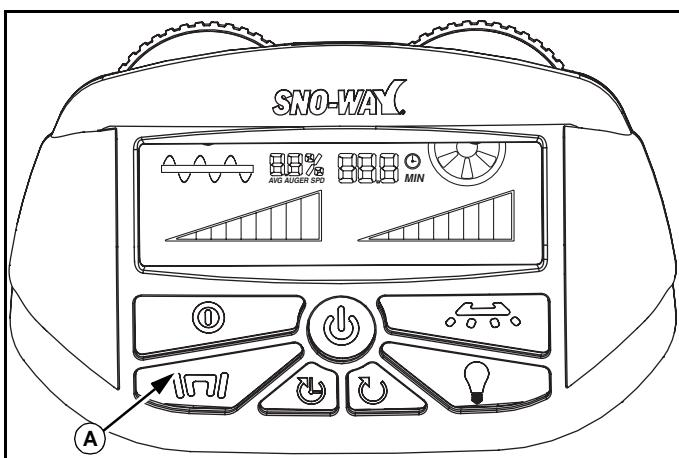

Abb. 1-12
Zur Bedienung des Vibrators, die Steuerung im Run-Modus halten und die Befeuchtungstaste (A) drücken, dann ändert sich das Tastenlicht von weiß auf grün. Der Vibrator kann nicht betrieben werden, wenn das Gerät im Pausen-Modus ist. Wenn der Vibrator nicht im Automatik-Modus ist, schaltet der Vibrator ab, wenn die Steuerung pausiert wird und bleibt aus, bis die Taste im Run-Modus erneut gedrückt wird. Wenn der Vibrator im Automatik-Modus ist und die Steuerung läuft, dann kann der Vibrator durch Drücken der Taste ausgeschaltet werden. Das Tastenlicht wird beim Ausschalten weiß und wieder grün, wenn die Taste gedrückt wird. (Siehe Abb. 1-12.)